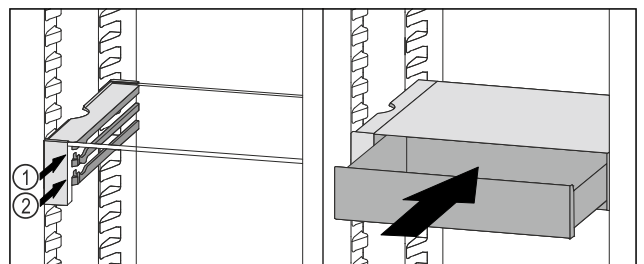

Fig. 78
- ▶ Posizionare il cassetto VarioSafe dietro i tappi sulla nervatura desiderata Fig. 78 (1) o Fig. 78 (2).